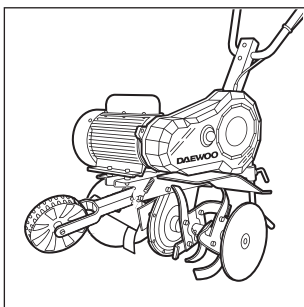

Рис. 2.1
- верхнее положение для работы фрезами (рис. 2.1)